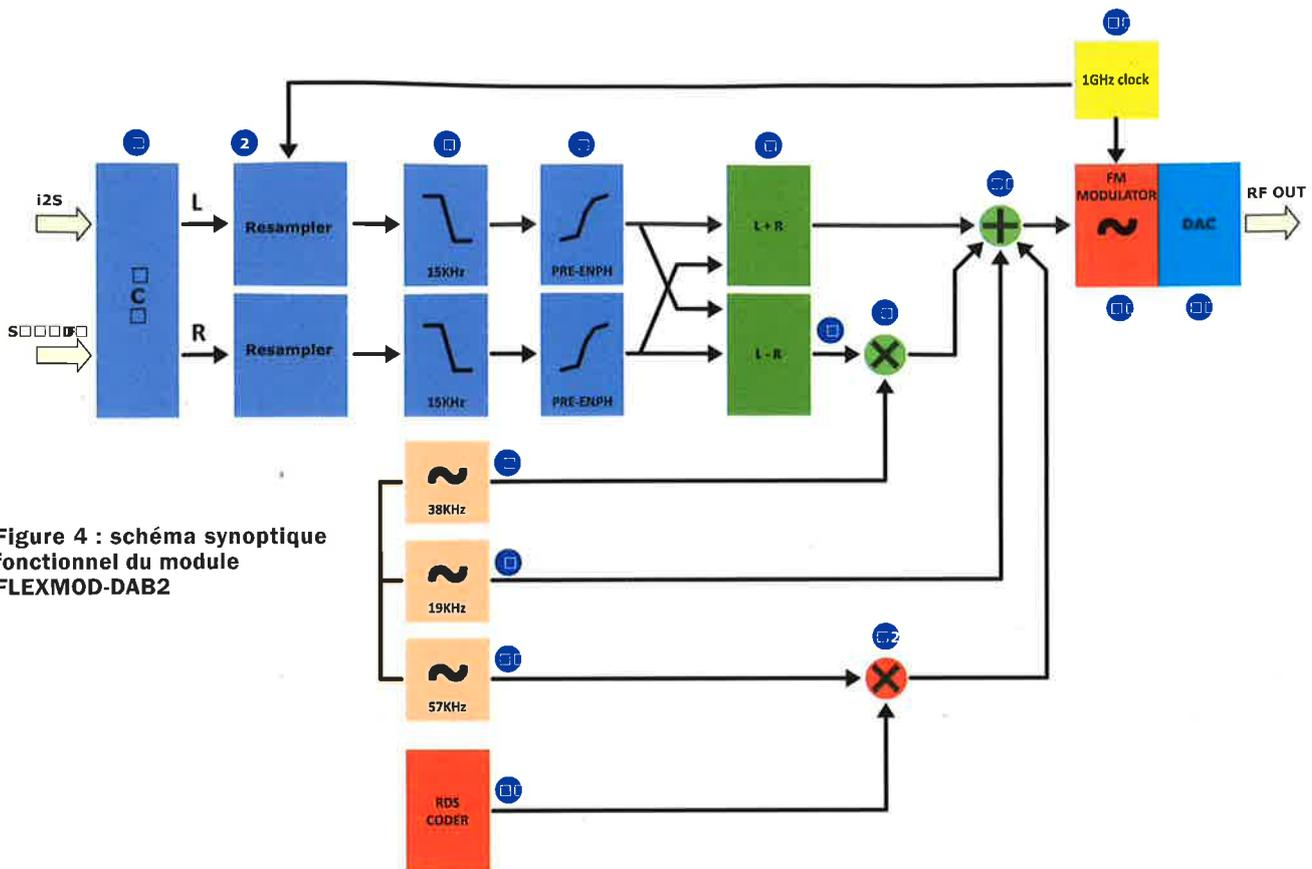
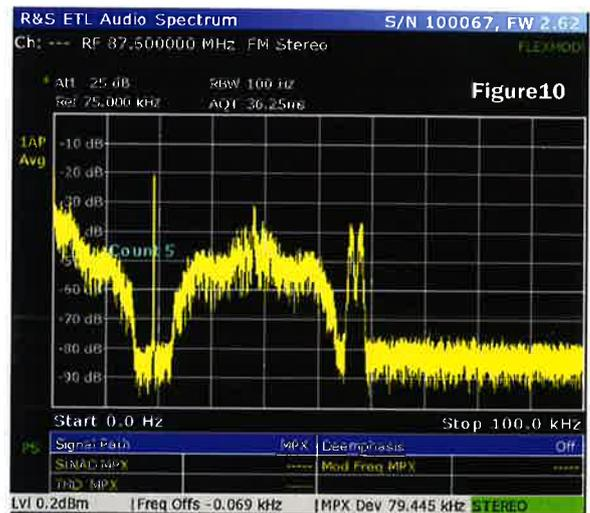

Figure 4 : schéma synoptique fonctionnel du module FLEXMOD-DAB2
Figure 10
Maintenant, nous allons étudier le diagramme de fonctionnement du module, représenté en figure 4, et dont la tâche fondamentale est de générer un signal FM stéréo à partir d'un signal d'entrée audio.
Revenons sur les entrées audio, en se référant au schéma de la figure 4. Les deux entrées « **I2S** » et « **S/PDIF** » sont dirigées vers le bloc nommé « **PCM** » (Pulse Code Modulator) numéroté 1 sur le synoptique.
Dans la première partie du spectre, est inséré un signal audio monocanal, afin de maintenir la compatibilité avec les récepteurs FM mono plus anciens et qui sont précisément monophoniques. **Le signal est obtenu en additionnant les deux canaux L et R** pour obtenir un **signal mono** qui occupe la largeur du spectre MPX de 30 Hz à 15 kHz (numéro 5 sur le synoptique de la figure 4).
Ensuite, le signal sinusoïdal provenant du générateur à **19 kHz qui constitue la fréquence de référence** pour le traitement du signal stéréo est inséré (numéro 6 sur le synoptique de la figure 4).
Le **signal stéréo est alors composé par la différence** entre le canal gauche (L) et droit (R) transmis par une **porteuse à 38 kHz synchronisée** avec la fréquence de référence de **19 kHz**. La sous-porteuse en phase de 38 kHz est obtenue en multipliant par deux la fréquence du signal de référence de 19 kHz (numéro 7 sur le synoptique de la figure 4).
La méthode utilisée pour moduler la bande passante autour de la fréquence de 38 kHz est la DSB-SC (double sideband suppressed carrier transmission), c'est-à-dire la « modulation d'amplitude à porteuse supprimée ». Cela permet d'augmenter la puissance d'émission (numéro 8 sur le synoptique de la figure 4).
Avec cette méthode, le signal final est obtenu à partir d'un mélangeur qui multiplie le signal modulé d'entrée par le signal de la porteuse (numéro 9 sur le synoptique de la figure 4).
Le signal audio obtenu a une bande passante de 100 kHz, comme vous pouvez le voir en figure 10. Maintenant, nous allons utiliser ce signal pour moduler la transmission FM. Cette opération est réalisée par le bloc « FM Modulator » piloté par l'oscillateur à 1 GHz (numéro 14 sur le synoptique de la figure 4). C'est d'ailleurs la fréquence de référence pour les modules de ré-échantillonnage.
le synoptique de la figure 4), entre le signal audio, la fréquence de l'oscillateur et le canal FM (fréquence de sortie) est configurée par l'intermédiaire des fonctions de gestion du module. Cela permet d'obtenir un signal modulé à la fréquence souhaitée, qui est converti en un signal analogique par le dernier étage DAC (numéro 16) du module FLEXMOD-DB2.